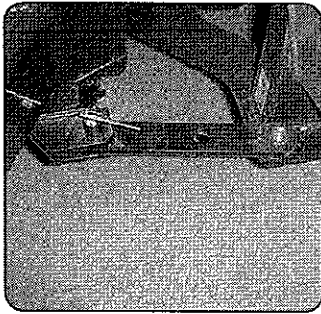

fig. 14
- Conectar el sistema de bloqueo de la articulación, (Fig. 14).
- Connect the articulation block system (Fig. 14).
- Activer le système de blocage de l'articulation, (Fig. 14).